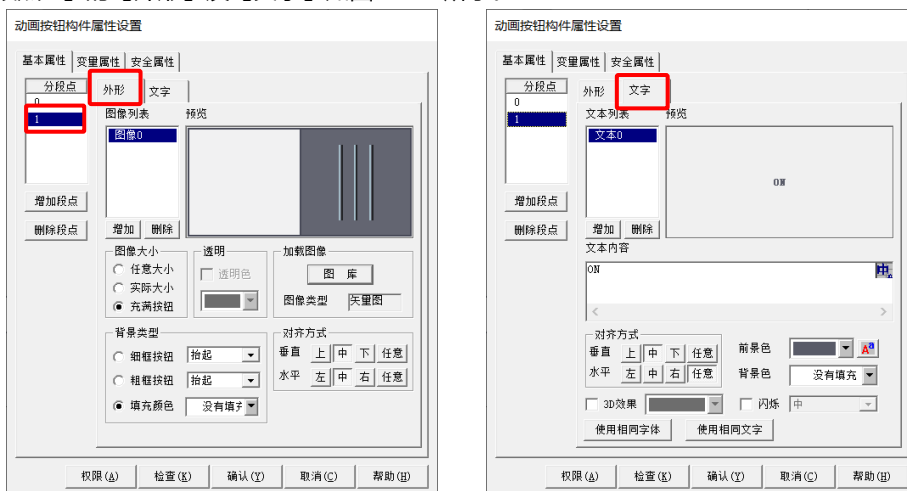

图 3.3-9 分段点 1 的外形及文字设置
- ① 在实时数据库中新建一个整数型变量【设备开关】
- ② 【动画按钮】构件的基本属性设置方式请参考 3.3.1 【动画显示】构件的基本属性设置方式 mark。本节样例使用默认设置。如图 3.3-8 至图 3.3-9 所示。
基本属性页【分段点 1】的【外形】及【文字】如图 3.3-9 所示。